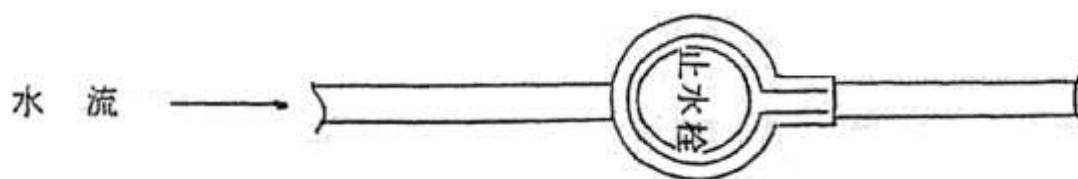

図 3.6-2 止水栓甲筐の設置方向
- ⑤ 甲筐の設置方向は、原則として、図 3.6-2によること。